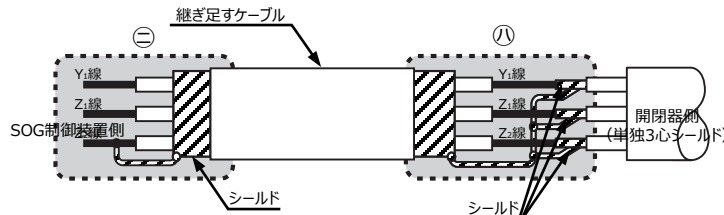

図8 ケーブルの継ぎ足し
- ② シールド内はY1、Z1、Z2の3心のみとしてください。
- ③ 開閉器側制御ケーブルの端末は、シールド線をZ2端子にはんだ付けしていますので、継ぎ足す場合にはシールド線を外し、端子記号を合わせて接続してください。また開閉器側のY1、Z1、Z2のシールド線と継ぎ足すケーブル側のシールドを接続してください。(図8)
- ④ 継ぎ足した側のケーブル端末は、SOG制御装置側でシールドとZ2端子を接続してください。(図8)